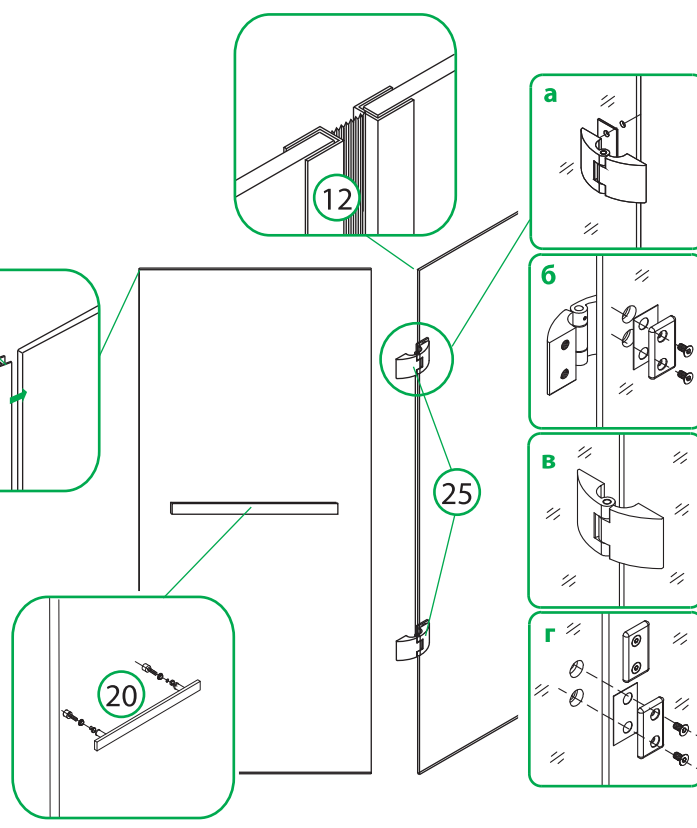

Рис. 9 / 9-сур.
8. Установите стеклянную дверь (рис. 9), ручки, магнитные и ПВХ-уплотнители (рис. 9).